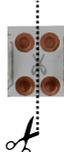

Fig.2
- Raccourcir si besoin le ruban, en le sectionnant à l'aide d'une paire de ciseaux dans les zones prévues (voir Fig.2).